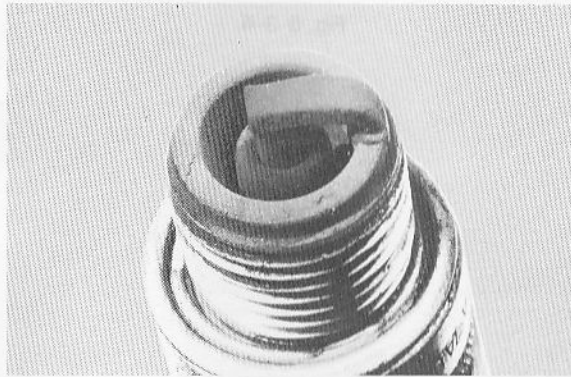

Fig. 6-3-2
2. If the electrodes and porcelain are black and somewhat oily, replace the plug with a hotter-type for low speed riding. (Fig. 6-3-2)
2. Si les électrodes et la porcelaine sont noires et quelque peu huileuses, remplacer la bougie par une autre de type plus chaud pour la conduite à faible vitesse. (Fig. 6-3-2)